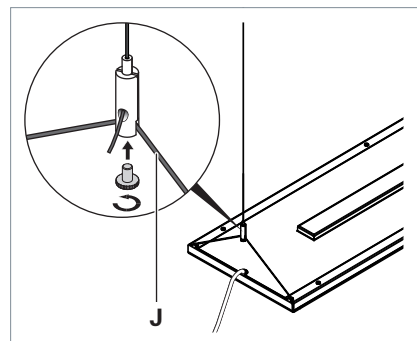

Fig. 9: Einzel- oder Startleuchte an Drahtseilhalter befestigen.
- ▶ Schieben Sie das Drahtseil **J** der Leuchte in den Drahtseilhalter, siehe Fig. 9.